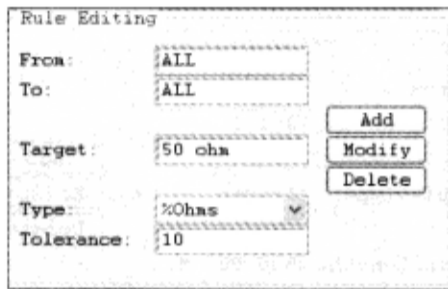

图 3-9-29 设置约束
(2) 在“Rule Editing”区域的“Target”栏输入 50，从“Type”下拉菜单选择“%ohms”，在“Tolerance”栏输入 10，如图 3-9-29 所示。